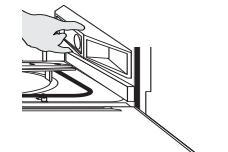

Figura 5b
- Verifique que el lavavajillas queda nivelado desde la parte delantera a la trasera. Saque la rejilla inferior y coloque un nivel sobre el soporte de la rejilla inferior, situado en la parte inferior de la tina del aparato. Vea la figura 5b.